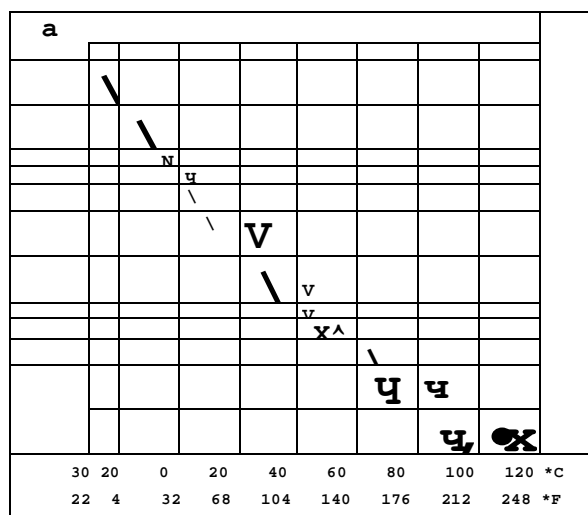

Рис. 5.79 Выходная характеристика датчика температуры для модели 960
3. Измерьте сопротивление между контактами 30 и 45 разъема блока управления. Если сопротивление не будет соответствовать выходной характеристике (См. рис. 5.79), необходимо заменить датчик.